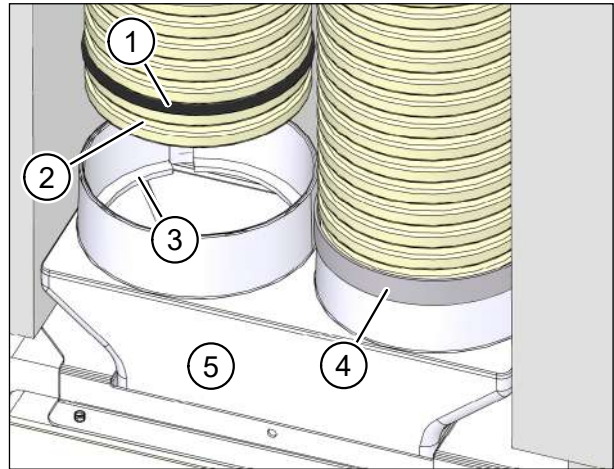

Abb. 28: Flexrohrverbindung mit Dichtband fixieren
- ▶ Setzen Sie Dichtringe (Pos. 1 in Abb. 28) in die zweite Rille am Flexrohr ein. Diese sind als Zubehör M-WRG-FR-DR75 (Art.-Nr. 200023) erhältlich.
- ▶ Setzen Sie die Flexrohre in die Öffnungen des Flexrohranschlusses ein. Stellen Sie sicher, dass die erste Rille am Flexrohr (Pos. 2 in Abb. 28) im Rastring (Pos. 3 in Abb. 28) des Flexrohranschlusses einrastet.
- ▶ Empfehlung: Dichten Sie die Verbindungsstelle mit einer Lage Dichtband von 30 mm Breite ab (Pos. 4 in Abb. 28).
- ▶ Setzen Sie den Flexrohranschluss (Pos. 5 in Abb. 28) in die Öffnung am Mauerkasten ein.